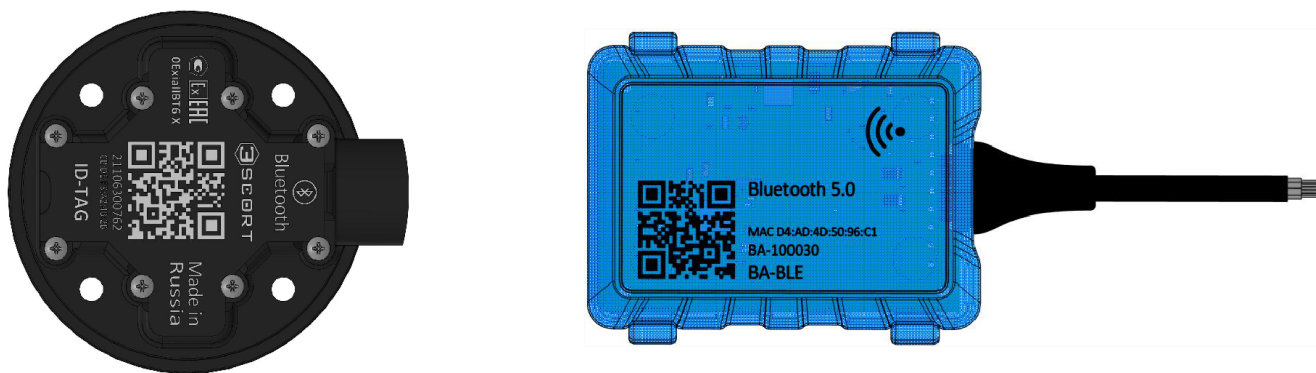

Рисунок 21 – Ориентация адаптера BA-BLE относительно метки ESCORT TAG
- Для внесения изменений в другие настройки фильтров необходимо нажать на значок «», после чего откроются доступные настройки (рисунок 21);
- Фильтр по уровню сигнала включается переключателем «» возле строки «Сигнал» (рисунок 21). Пороговый уровень сигнала вводится вручную в следующей строке;